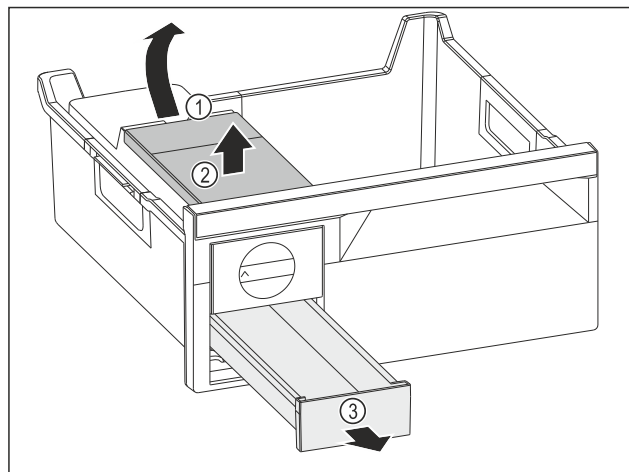

Fig. 182
- ▶ Ta ut vattenbehållaren: Lyft vattenbehållaren vid ursparingen Fig. 182 (1).
- ▶ Ta ut vattenbehållaren Fig. 182 (2) uppåt.
- ▶ Ta ut iskublådan Fig. 182 (3) framåt.